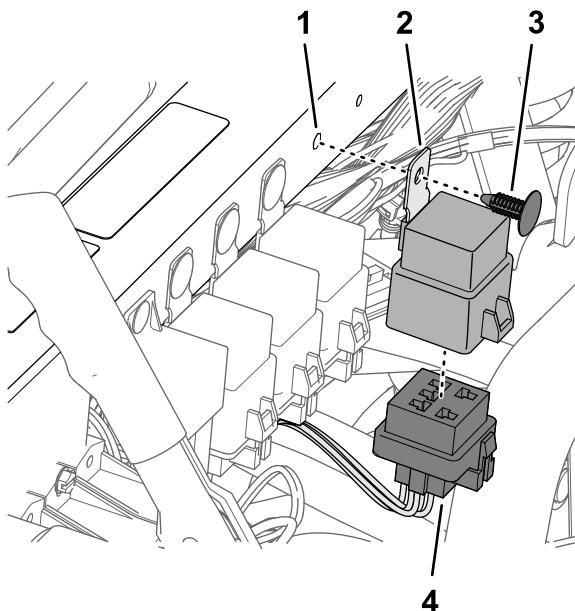

Figura 187
1. Collegate il connettore a 5 pin del relè al connettore a 5 prese (Figura 187) del cablaggio preassemblato del kit indicato come RELÈ DI ATTIVAZIONE ASC 10.
2. Allineate il foro nell'aletta di montaggio del relè con il foro nel tubo di supporto dell'ammortizzatore e fissate il relè al tubo con un dispositivo di fissaggio a spinta (Figura 187).